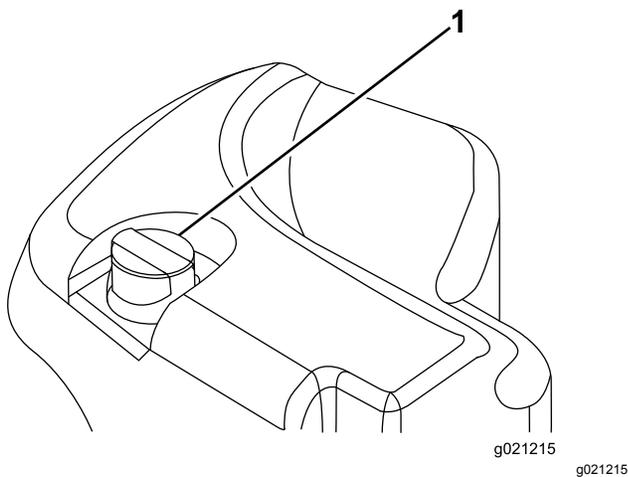

Figura 101
2. Limpie la zona alrededor del cuello de llenado y el tapón del depósito hidráulico (Figura 101). Retire el tapón del cuello de llenado.